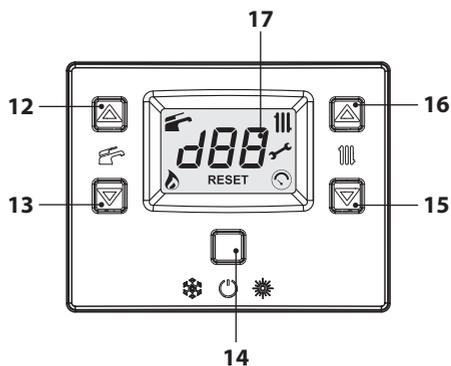
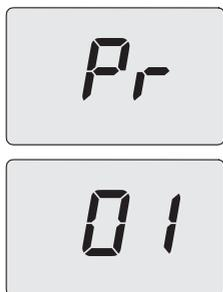
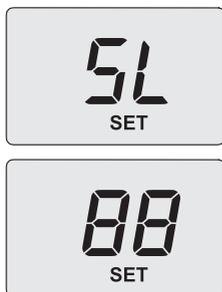

Figura 7.2
Figura 7.3
Figura 7.12
- Entrare in "modalità programmazione" premendo contemporaneamente per 10 secondi i tasti 14-15-16 (Figura 7.2) fino a far apparire sul display LCD le lettere **Pr** che si alternano al numero del parametro **01**, indicanti l'entrata nel "parametro 01" (Figura 7.3).
- Scorrere i vari parametri utilizzando i tasti 15 o 16 (Figura 7.2) fino a far apparire sul display LCD le lettere **Pr** che si alternano al numero del parametro **09**, indicanti l'entrata nel "parametro 09" (Figura 7.4).
- Utilizzando i tasti 12 o 13 (Figura 7.2) è possibile scorrere i vari valori di regolazione.
- Utilizzare i tasti 15 o 16 (Figura 7.2) fino a portarsi allo stato **LP** (spazzacamino attivo in minimo sanitario) e premere il tasto 14 per
- Agire sui tasti 16 o 15 (Figura 7.2) per incrementare o decrementare il valore. Attendere 3 secondi per stabilizzare la pressione del gas quindi leggere il valore sul manometro gas. **Ricordarsi di mantenere l'andamento in salita.**
- Premere il tasto 13 (Figura 7.2) per 5 secondi per memorizzare il valore.
- Premere il tasto 12 (Figura 7.2) per passare alla taratura del minimo gas. Il display visualizza **SL** alternato al parametro potenza minima assoluta e la scritta "SET" (Figura 7.12).
- Agire sui tasti 16 o 15 (Figura 7.2) per incrementare o decrementare il valore. Attendere 3 secondi per stabilizzare la pressione del gas quindi leggere il valore sul manometro gas. **Ricordarsi di mantenere l'andamento in discesa.**
- Premere il tasto 12 (Figura 7.2) per verificare il valore massimo impostato ed eventualmente correggerlo seguendo la procedura sopra descritta.
- Premere il tasto 12 (Figura 7.2) per verificare il valore minimo impostato ed eventualmente correggerlo seguendo la procedura sopra descritta.